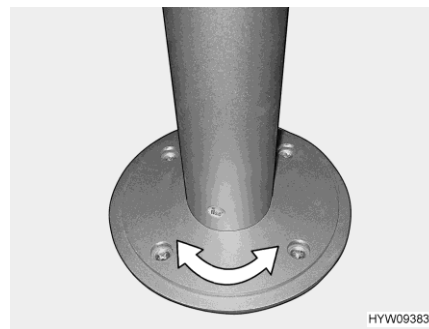

Fig. 44 Base de pedestal (giratoria)
- Girar el tablero de la mesa a la posición deseada. Para ello, se requerirá un poco de esfuerzo ya que el tablero de la mesa gira contra la resistencia por fricción en la base de pedestal (Fig. 44).